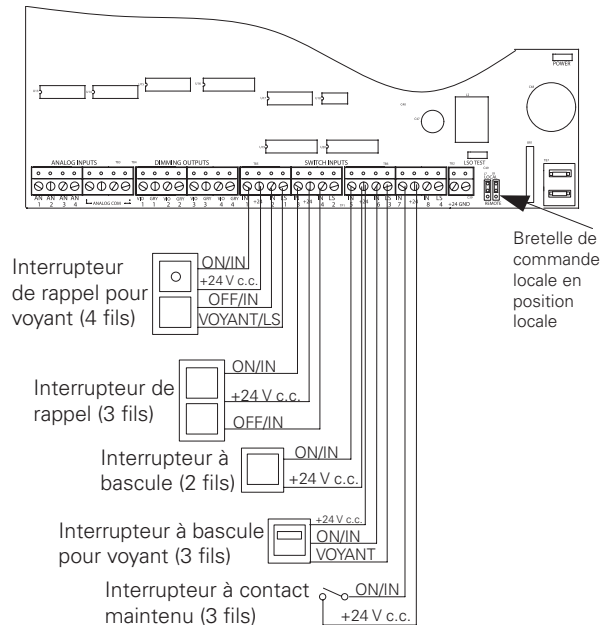

Figure 10: Câblage de l'interrupteur à basse tension ControlKeeper 4A
3. Assurez-vous que les bretelles de commande locales ont été placées en position locale (au-dessus des broches supérieures) pour les deux bretelles (J7 et J8) afin d'envoyer une tension de 24 V c.c. aux canaux d'interrupteur basse tension (voir l'emplacement à la Figure 10).
4. Consultez la Figure 10 pour voir les détails des connexions de divers dispositifs au système ControlKeeper 4A
Le ControlKeeper 4A est équipé de quatre canaux d'entrée permettant de brancher un câble de voyant provenant d'un interrupteur éclairé. Sur la carte logique, les bornes portent l'étiquette LS. La Figure 10 ci-dessus donne un exemple de câblage d'un interrupteur à rappel pour voyant.